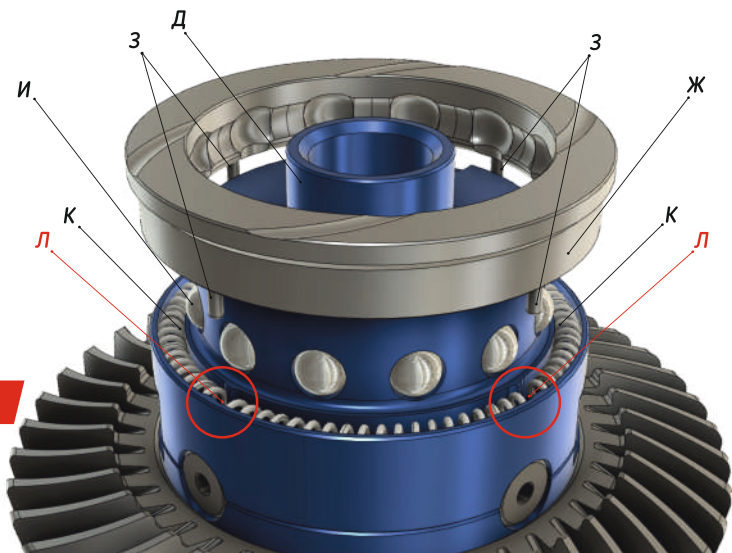

Рисунок 5
2.4 Оденьте блокировочную муфту «Ж» на дифференциал «Д» так, что бы штифты «З» попали в зазоры «Л» между пружинами «К» (рисунок 5).